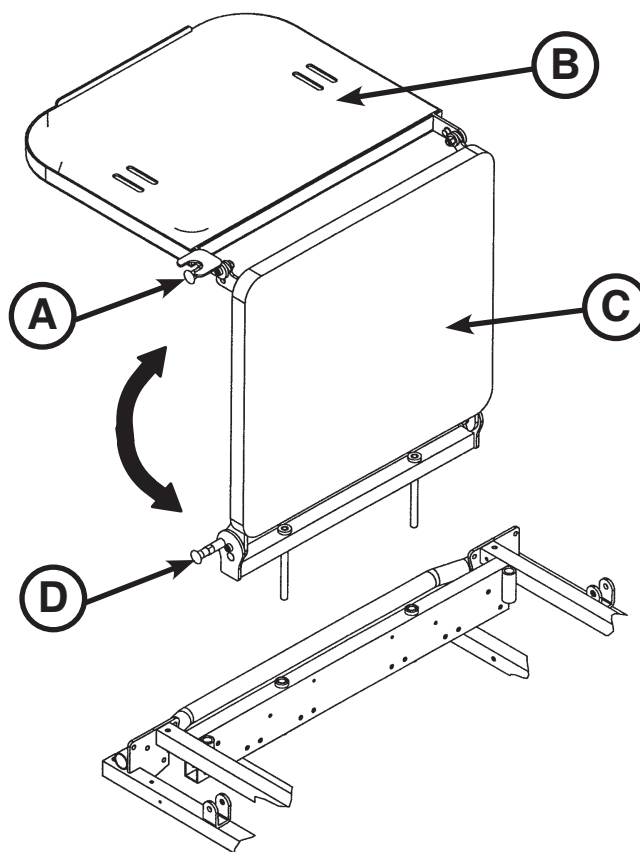

図9.2: フットエクステンション/細動除去器トレー - 足側
細動除去器トレーとして使用するには、図9.2に示すようにトレーがストレッチャーの足先まで平らに広がるまで、上部のノブ (A) を引き上げ、トレー (B) をフットエクステンション (C) の上に回転させます。
フットエクステンションとして使用するには、ノブ (A) を引き上げ、フットエクステンション (C) に対してロックするまで、細動除去器トレーを後ろに回転させます。アセンブリを保持する間、図9.2に示すように下のノブ (D) を引き上げ、フットエクステンションが水平になるまで下げます。